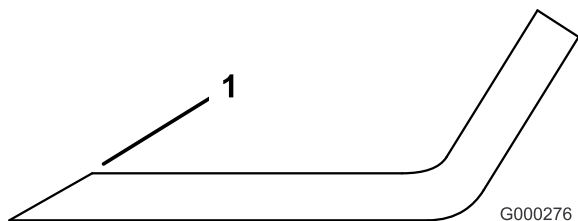

Figure 86
1. Au moyen d'une lime, aiguisez les tranchants aux deux extrémités de la lame (Figure 86) en veillant à conserver l'angle de coupe d'origine. Limez la même quantité de métal sur chacun des deux tranchants pour ne pas déséquilibrer la lame.